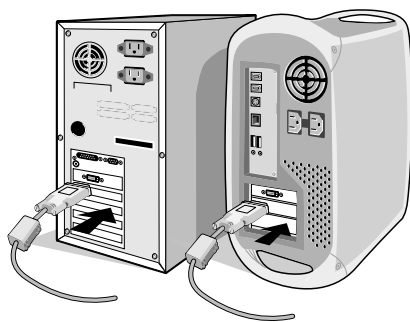

Figura A.1
2. **Para PC o MAC con salida digital DVI:** Conecte el cable de señal DVI (no incluido) al conector de la tarjeta de visualización de su sistema (**Figura A.1**). Apriete todos los tornillos.